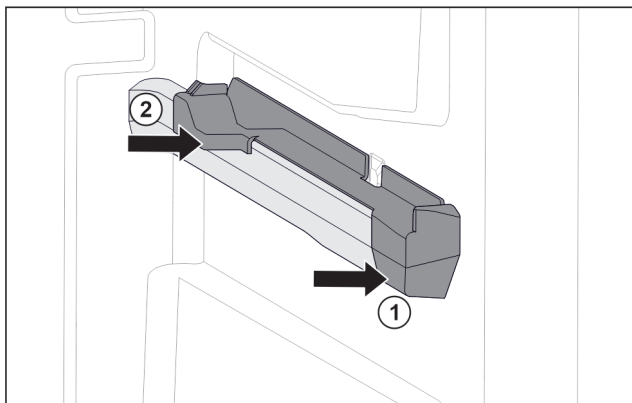

Fig. 125 Påsettsingsdel på høyre beholderribbe
- Sett på påsettsingsdel foran på beholderribben. Fig. 125 (1)
- Trykk på påsettsingsdel bak. Fig. 125 (2)